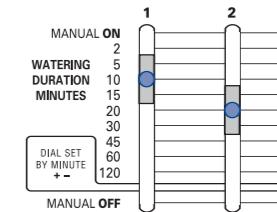

Abbildung 10: Schieberegler für Bewässerungsdauer auf 10 Minuten und 20 Minuten eingestellt.
- Jeden Schieberegler (Water Duration Slide Switch) bei jeder Station auf die gewünschte Zeit (von 2 bis 120 Minuten) einstellen. [Siehe Abbildung 10]